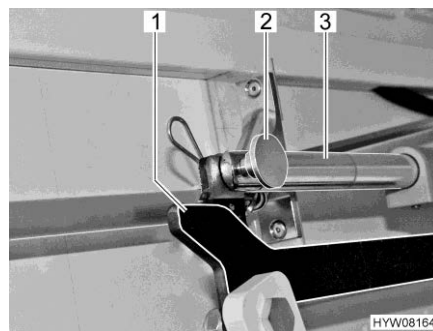

Fig. 101 Azionamento (letto basculante)
- Rimuovere il collegamento (copiglia e bullone) (Fig. 101,2) tra la biella (Fig. 101,3) e la leva (Fig. 101,1).
- Afferrare dal basso tra parete laterale e la tiranteria del letto basculante e rimuovere il collegamento (copiglia e bullone) (Fig. 101,2) tra la biella (Fig. 101,3) e la leva (Fig. 101,1).